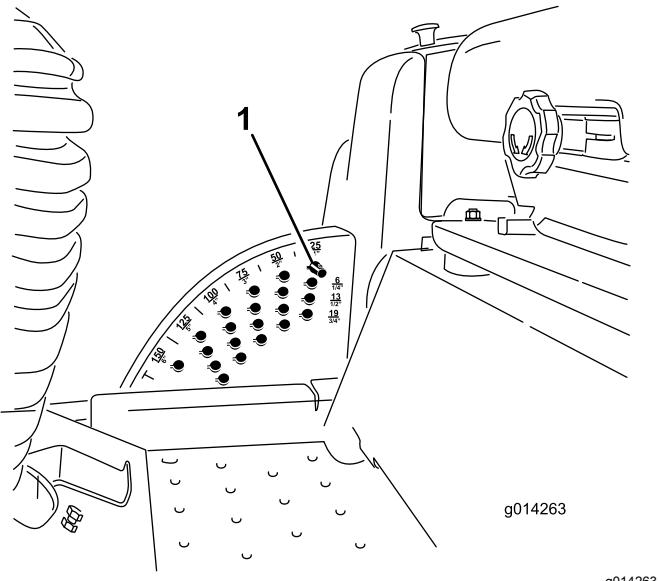

图24
1. 如图24 所示在发动机运行的同时向后推刀盘提升开关直至剪草机刀盘完全升起然后立即松开开关。
2. 旋转剪草高度销直至销上的小块与剪草高度支架孔内的槽在一条线上然后取下销图24。
3. 选择剪草高度支架对应所需剪草高度的孔插入销将其向下旋转并锁定到位图24。
**注意** 共有 4 排孔的位置图24。最上面的一排是高于限位销的列明剪草高度。其下第二排的剪草高度为列明剪草高度加 6mm。其下第三排的剪草高度为列明剪草高度加 12mm。最下面一排的剪草高度为列明剪草高度加 18mm。15.8cm 位置仅有 1 个孔位于第二排。此孔不需添加 6mm 即可到 15.8cm 位置。